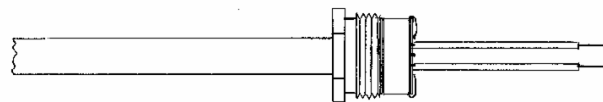

Bild 3 Färdigmonterad skärmkabel med förskruvningshylsa
6. Håll emot bricka (5) och skjut ihop ingående komponenter enligt bild 3.